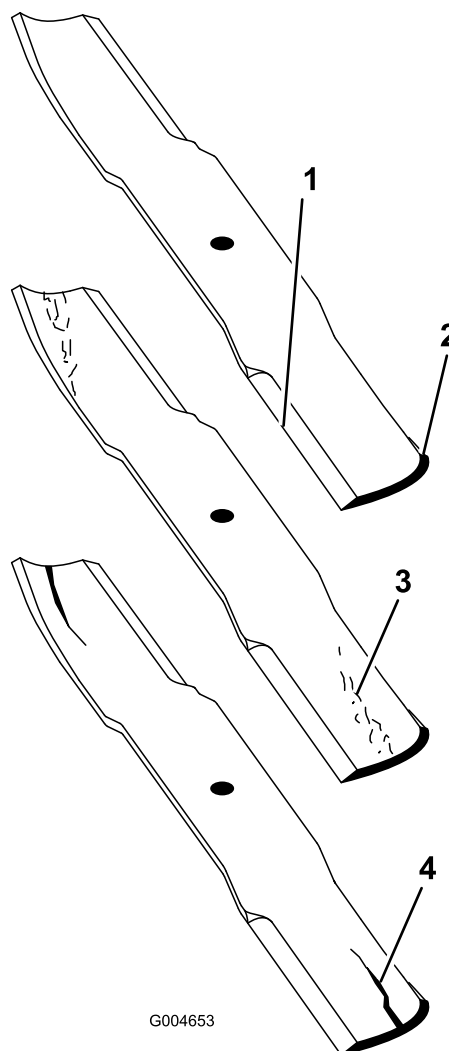

Figura 98
2. Examine cuidadosamente los extremos de corte de la cuchilla, sobre todo en el punto de reunión entre la parte plana y la parte curva de la cuchilla (Figura 98).
Nota: Puesto que la arena y cualquier material abrasivo pueden desgastar el metal que conecta las partes curva y plana de la cuchilla, compruebe la cuchilla antes de utilizar la segadora. Si se aprecia desgaste (Figura 98), cambie la cuchilla.